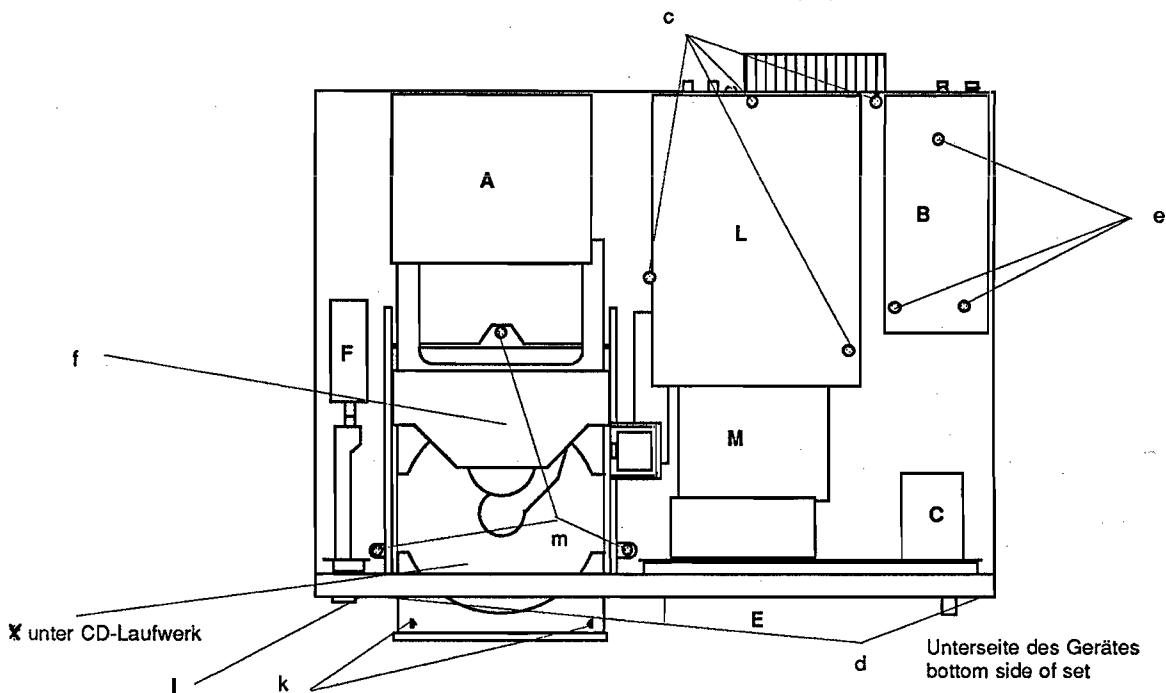

Fig. 3
Ausbau der Decoderplatte (L) Fig. 3
Disassembly of the Decoder panel (L) Fig. 3
Ausbau der Bedien- und Anzeigeeinheit (E) Fig. 3
Disassembly of the control and Display panel (E) Fig. 3
Ausbau der Prozessorplatte (B) Fig. 3
Ausbau der Servoplatte (M) Fig. 3
Ausbau Loading Einheit Fig. 3
Disassembly of the Processor Panel (B) Fig. 3
Disassembly of the Servo panel (M) Fig. 3
Disassembly of loading unit Fig.3